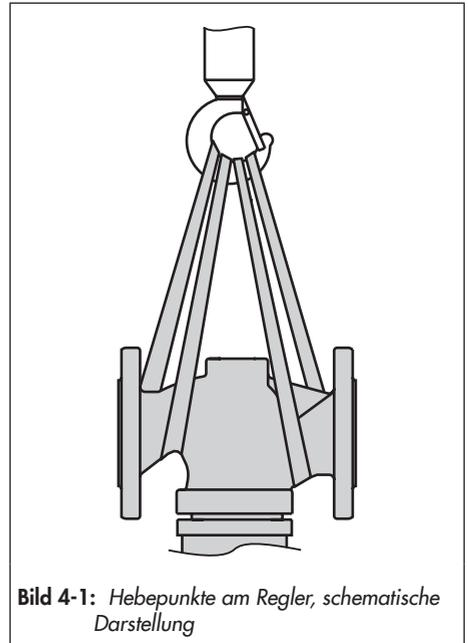

Bild 4-1: Hebeplätze am Regler, schematische Darstellung
- Als Tragmittel einen Haken mit Sicherheitsverschluss verwenden, damit die Anschlagmittel beim Heben und Transportieren nicht vom Haken rutschen können, vgl. Bild 4-1.
1. Je eine Hebeschlinge am Gehäuseflansch und am Tragmittel (z. B. Haken) des Krans oder Gabelstaplers anschlagen, vgl. Bild 4-1.